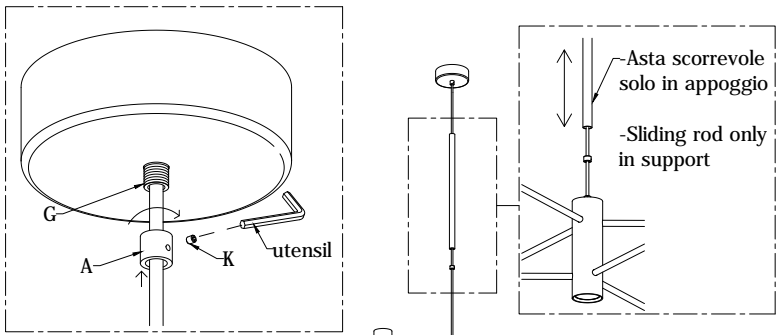

Fig. 2
- Appoggiare il rosone al soffitto. A posizionamento effettuato avvitare con cura il particolare (A), al perno (G) (Fig. 2).
- Avvitare il grano di sicurezza (K) (Fig. 2).
- Place the canopy in the ceiling. Screw with care the particular (A), the particular (G). (FIG. 2).
- Screw the safety screw (K). (FIG. 2).